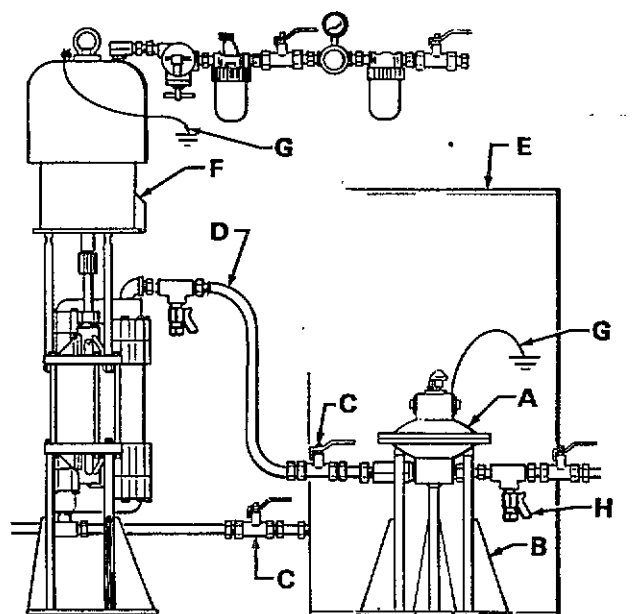

Fig 3
Montera avstängningskranen för färg (C) före och efter pulsationstanken för att stänga av pulsationstanken när service utföres. Se fig 3. För att erhålla rätt flöde genom systemet skall rätt rördimension användas: